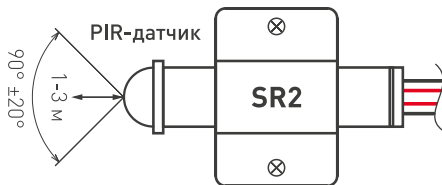

Рис. 3.
- Датчик SR2-Motion Round монтируется в подходящем месте с учетом зоны срабатывания (рис. 3). Свет будет включаться при обнаружении движения в зоне действия датчика и выключаться примерно через 30 секунд после прекращения движения.